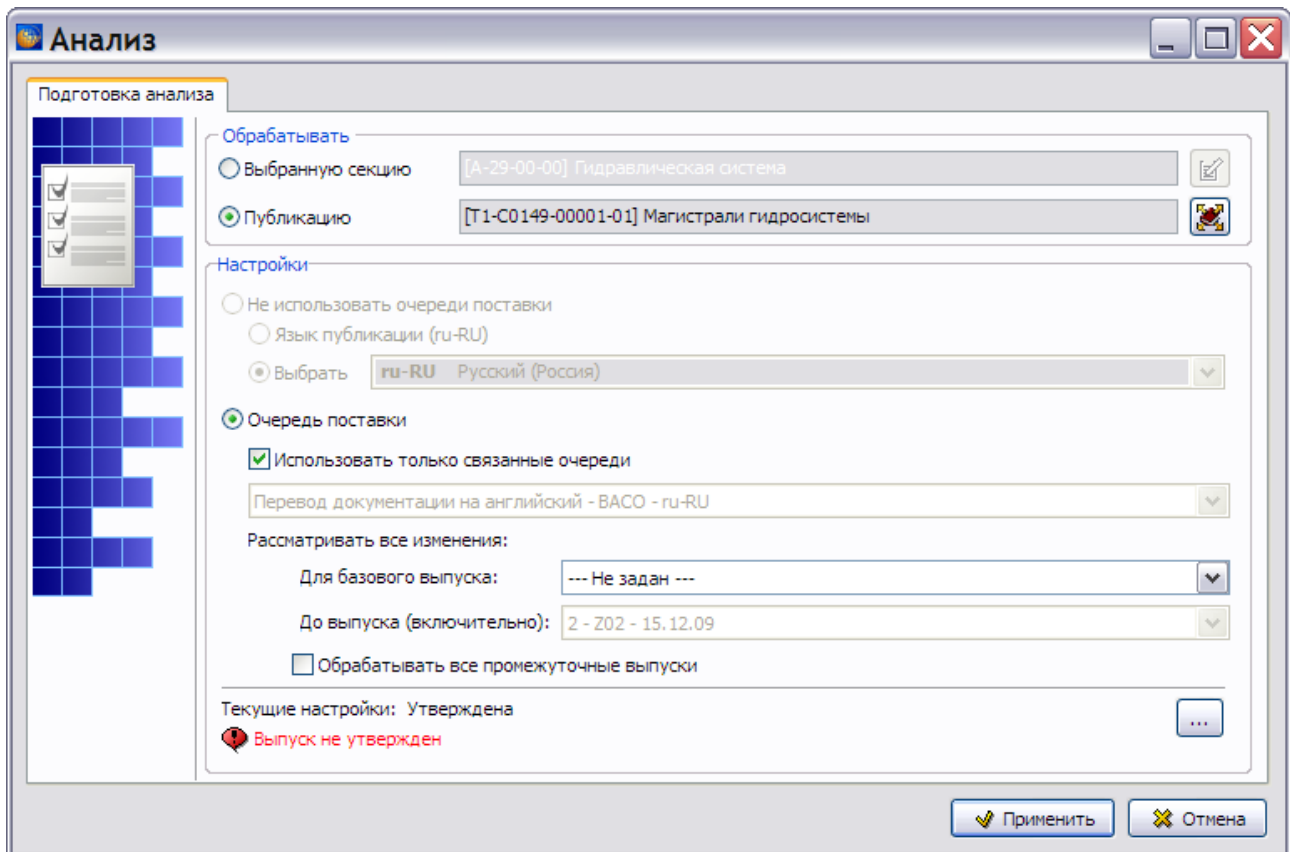

Рис. 23.32
4. Выберите тип анализа **Анализ состояний версий МД**, щелкнув по его названию два раза левой кнопкой мыши или выделив его и нажав на кнопку **Выбрать анализ**. При этом откроется диалоговое окно **Анализ** (Рис. 23.32).
Система запоминает, какой элемент проекта был использован при анализе БД или экспортирован, или выведен на печать при предыдущих операциях, а также запоминает использованные настройки. Вследствие этого, вид окна **Анализ** может несколько отличаться от примера, показанного на Рис. 23.32.